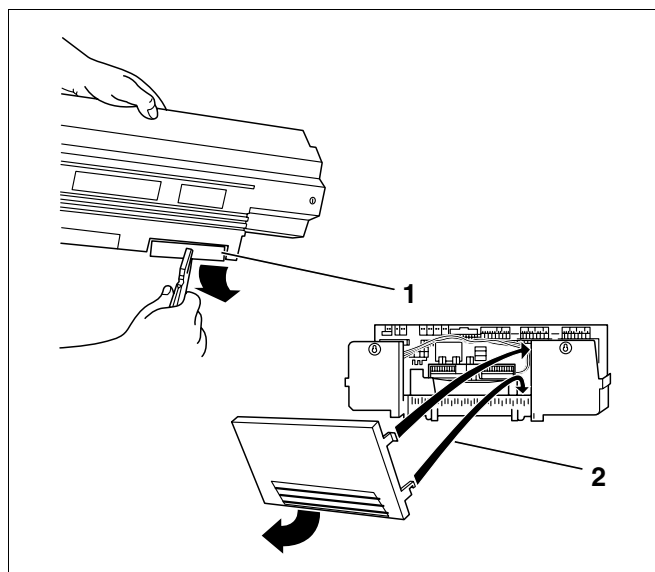

Fig. 61 Klargøring af kabelgennemføring
- Bræk om nødvendigt blanketterne (fig. 61, **pos. 1**) i kabelgennemføringen bagvæg (Logamatic 33xx) ud, eller tag pladen i bagkappen (Logamatic 43xx) af (fig. 61, **pos. 2**).
- Sæt bagstykket (Logamatic 43xx) fast i spændebåndsrammen med den nederste krog, og tryk derefter ind foroven, indtil krogene i siderne (fig. 61, **pos. 2**) går i indgreb.